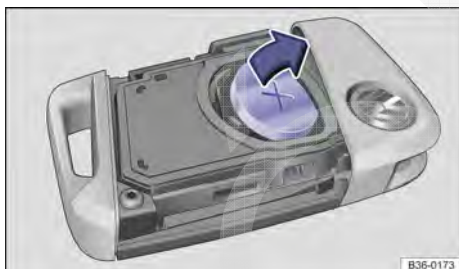

Fig. 75 Chave do veículo: substituir a bateria botão.
- Remover a bateria botão do alojamento da bateria com uma ferramenta adequada → Fig. 75.
- Pressionar a nova bateria botão no compartimento da bateria no sentido contrário ao da seta → Fig. 75.